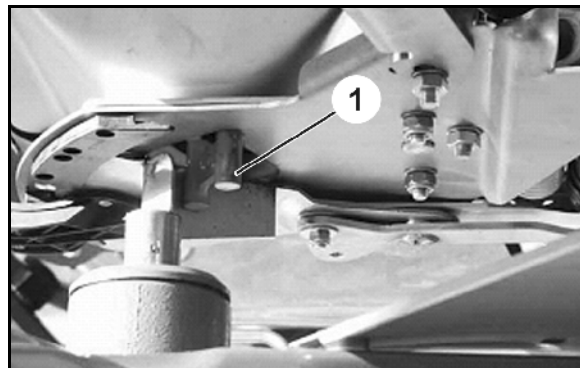

Fig. 80
6. El calibre de ajuste (Fig. 80/1) (opcional, n.º ref. 915018) debe poder introducirse fácilmente a través de la sección de la abertura de paso.